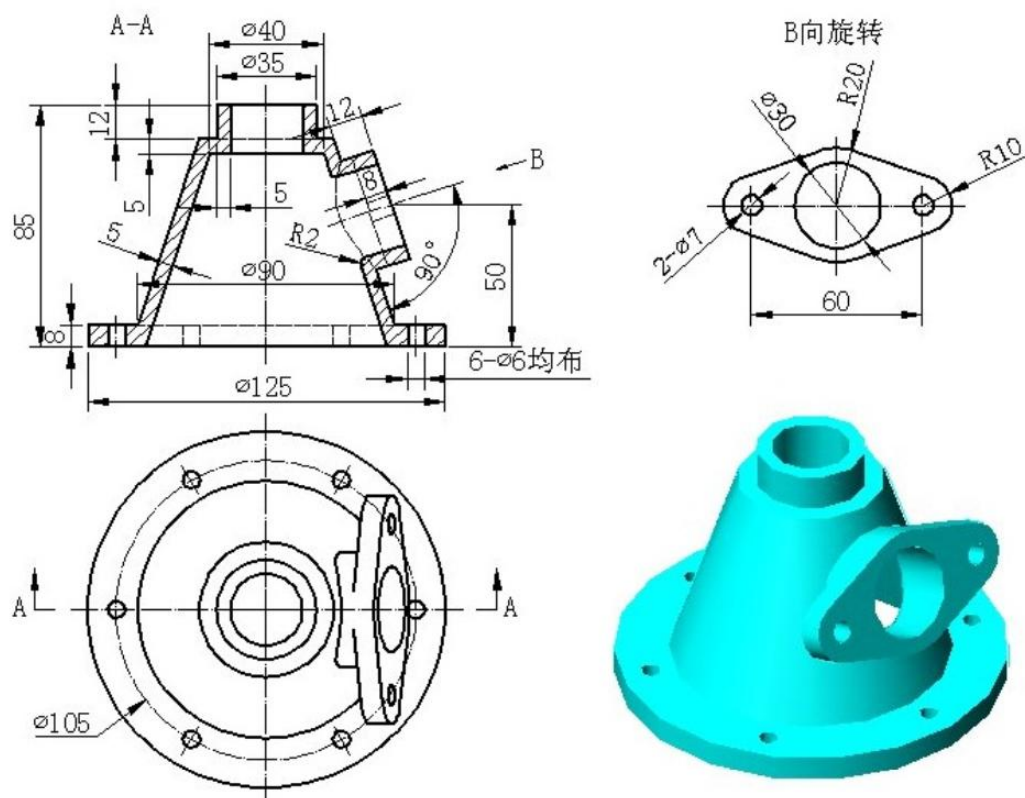

图 J1-10 三维零件 10
①在盘下建立考生文件夹，文件夹名称为“场次-工位号”，所有文件必须保存在考生文件夹中，否则记零分；
②文件名称为“J1-10”，保存在考生文件夹中；
③根据图 J1-10 所示尺寸完成三维建模；
④隐藏草图和创建的基准平面；
⑤考试过程中注意保存，考核结束时考试应立即停止操作，不得关闭电脑，离开考场。
(2) 实施条件